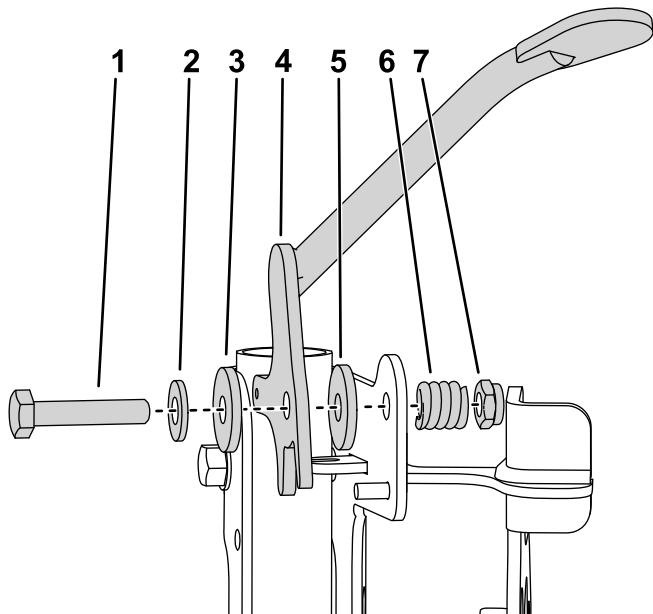

图12
- 拧紧油门弹簧上的螺母直到弹簧完全压紧然后往回松开半圈 图12。